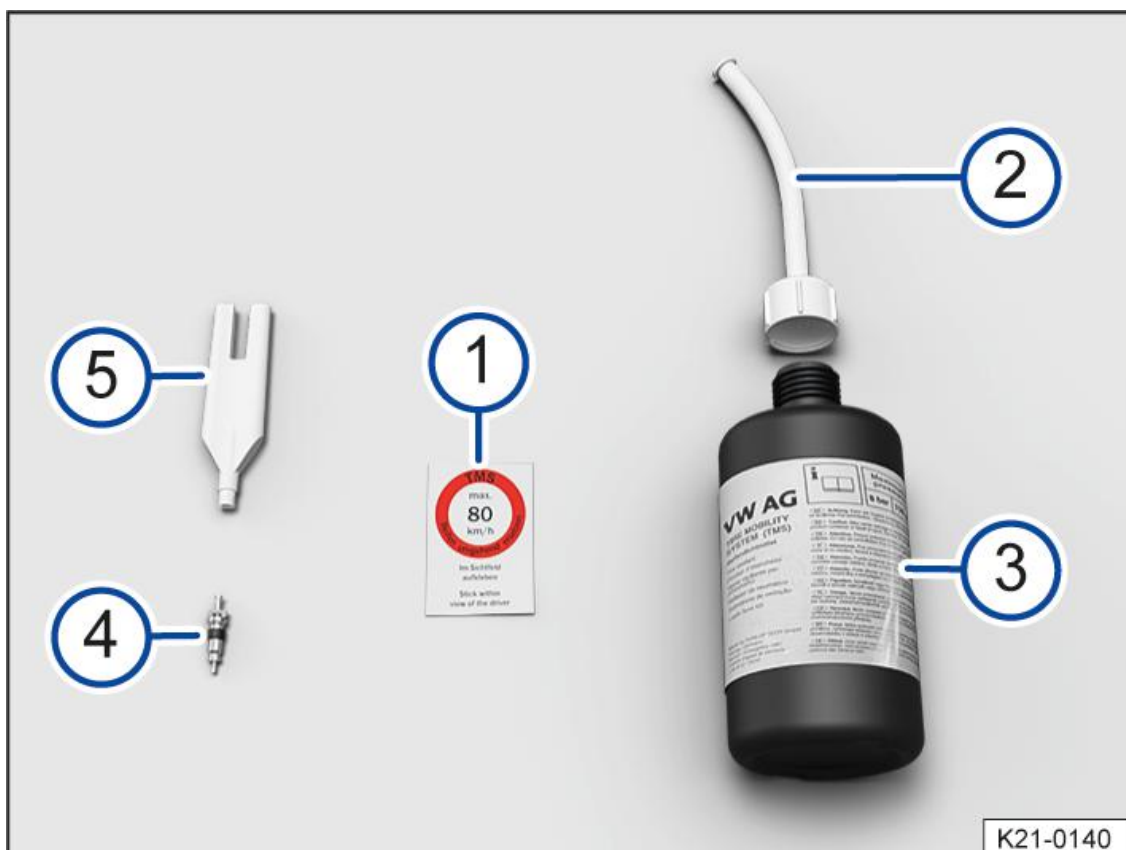

Fig. 1 I componenti del kit per la riparazione dei pneumatici
- ① Autoadesivo su cui è riportata la velocità massima consentita ("max. 80 km/h" ovvero "max. 50 mph")
- ② Tubo flessibile con tappo.
- ③ Bomboletta di sigillante per pneumatici.
- ④ Inserto valvola di scorta.
- ⑤ Attrezzo per inserti valvole.
All'estremità inferiore della chiavetta → fig. 1 ⑤ è presente una fessura che permette di innestare la chiavetta sull'inserto valvola. Solo in questo modo è possibile svitare e riavvitare l'inserto della valvola del pneumatico. Ciò vale anche per l'inserto valvola di scorta ④.